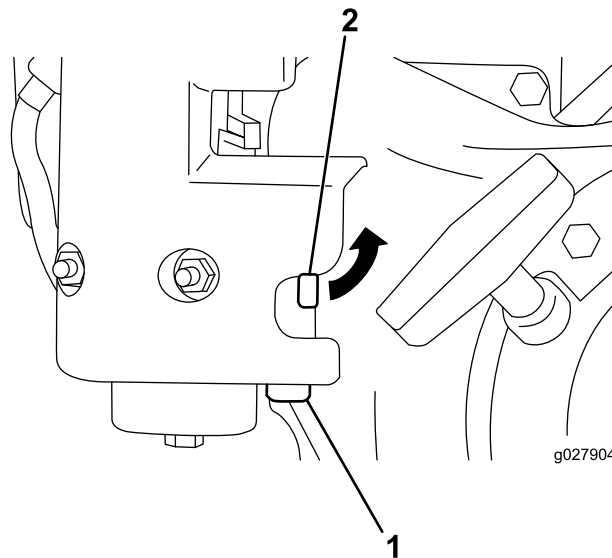

图29
1. 关闭燃油切断阀，将沉淀杯从化油器壳体中拧下（图29）。